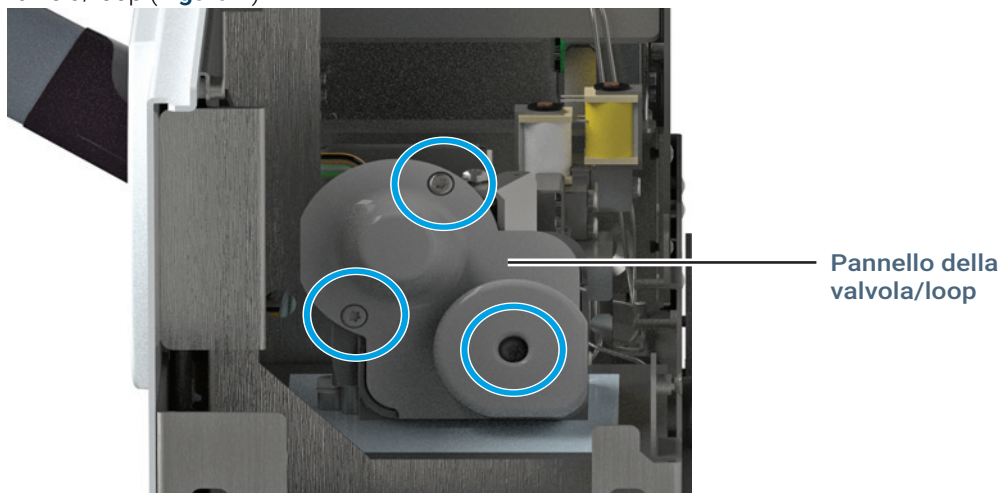

Figura 9. Pannello della valvola/loop
- 4 Allentare completamente le tre viti torsiometriche T-20 di tenuta del pannello della valvola/loop (**Figura 9**).